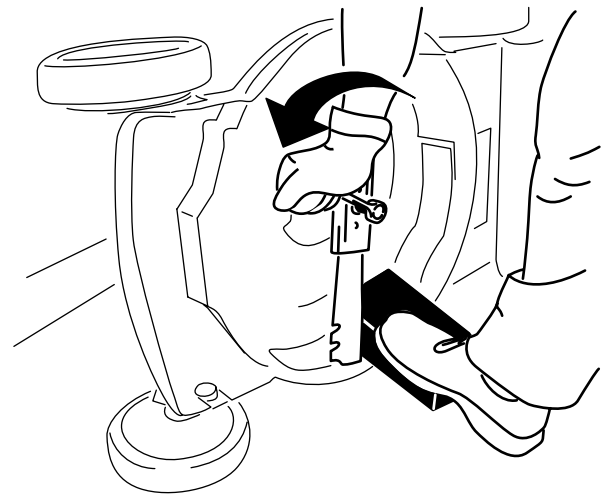

Figura 24
2. Usate un blocco di legno per tenere ferma la lama (Figura 24).
3. Togliete la lama e conservate la bulloneria di montaggio (Figura 24).